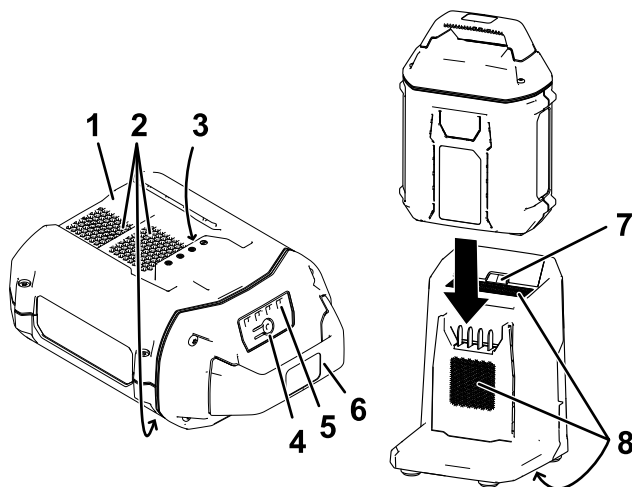

Figure 4
2. Alignez le creux de la batterie (Figure 4) sur la languette du chargeur.
3. Glissez la batterie dans le chargeur jusqu'à ce qu'elle soit bien enclenchée (Figure 4).